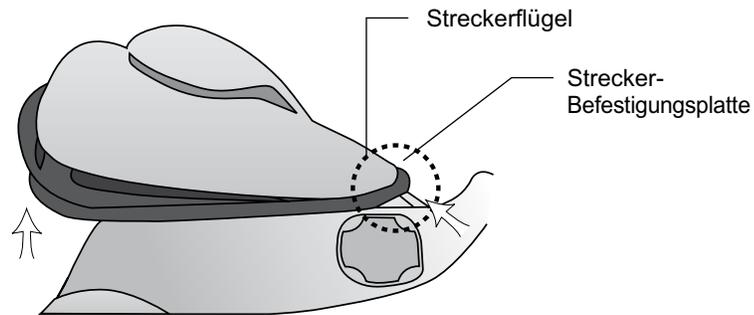

Abbildung 6-14: Platzierung der Strecker-Befestigungsplatte
2. Richten Sie das schmale Ende der Strecker-Befestigungsplatte bei geöffnetem Flügelarm der Orthese am schmalen Ende des Streckerflügels aus. Siehe Abbildung 6-14. Achten Sie darauf, dass die Kante der Befestigungsplatte unter dem Flügel hervorschaut.